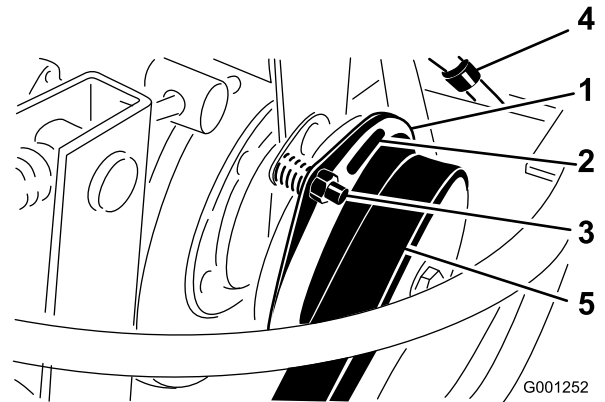

Bild 77
3. Stellen Sie den Abstand so ein, dass eine 0,4 mm Fühlerlehre mit leichtem Druck zwischen die Kupplungsauskleidung und die Bremsscheibe passt (Bild 77).
Hinweis: Drehen Sie die Einstellmutter nach rechts, um den Abstand zu verringern (Bild 77). Der maximale Betriebsabstand beträgt 0,7 mm. Stellen Sie alle drei Abstände ein.